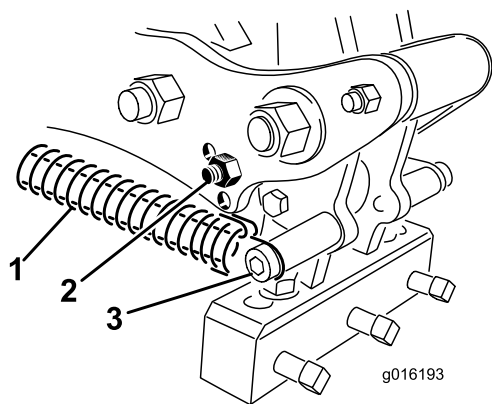

Figura 39
3. Allentate la tensione della molla sulla testa delle fustelle (Figura 39).
4. Rimuovete il bullone del paraurti e il paraurti e installateli sull'altro foro di regolazione (Figura 39).